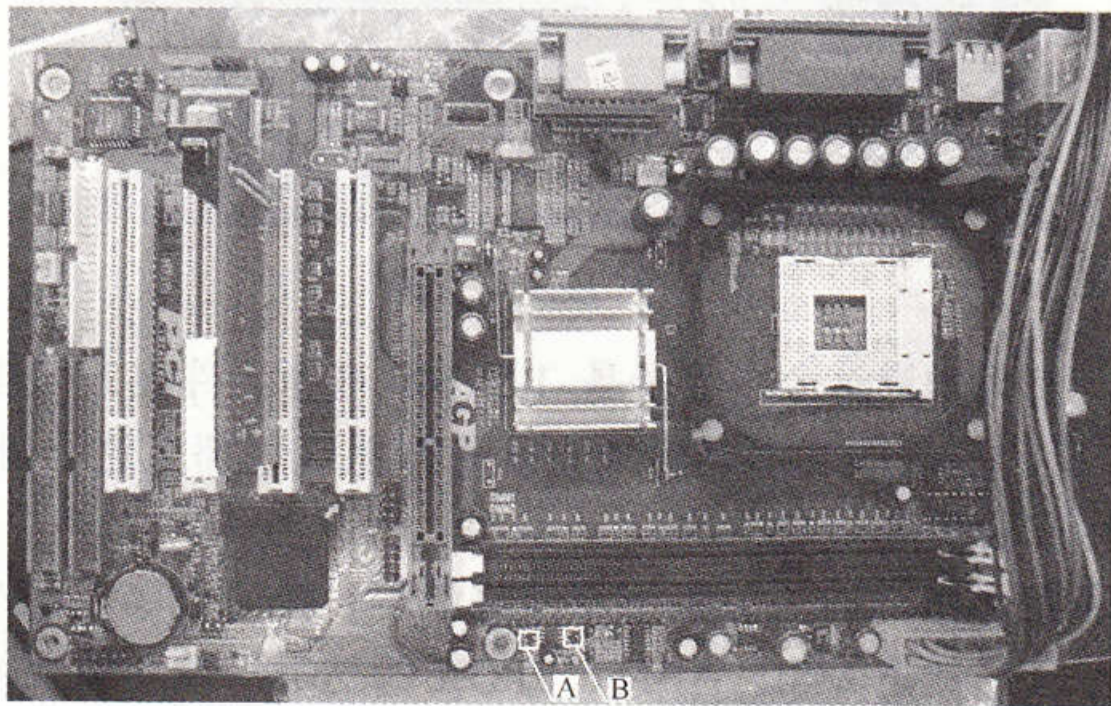

图 5-1 845E 主板实物图
① 首先测试 3.3VSB 电压是否正常。在 A14 脚上，测得该电压为 0.1V 多，正常应该为 3.3V。首先分析造成这种可能的原因：3.3V 待机电压产生电路损坏；3.3VSB 供电的元件有短路故障，拉低了 3.3VSB 的电压。第二种情况一般较少见到将电压拉这么低的，根据经验判断应该为第一种情况造成。
② 对地打 3.3VSB 的数值，为 300 多，基本正常。用手触摸主板上，无发热的元件（如属于第二种故障，有短路，则主板上一定会有发热的元件），排除了第一种故障的可能性。
③ 顺着 A14 脚走电路，寻找 3.3VSB 的产生元件，位于图 5-1 中的 A 位置。发现是一个标为“1P”的 NPN 三极管，其 C 极接 5VSB，B 极受 LM358 的控制，经过测量其电压，发现其 C 极和 B 极的电压均正常。由此判断，应该为此三极管损坏造成的故障。更换此三极管后，测试 3.3VSB 电压正常。但是按 PWR 开关，仍就无任何反应。
④ 此板的南桥为 82801DB (ICH4)，那么此南桥需要两组待机电压 3.3VSB 和 1.5VSB。测量 I/O 的 67 脚电压后为 3.3V，按 PWR 开关有 3.3V-0V 的跳变，基本判断 I/O 工作正常。于是把故障定位在南桥的 1.5VSB 电压上。查找到图 5-1 中的 B 位置，发现此三极管也是标为“1P”的 NPN 管。C 极接 5VSB，那么根据经验判断，这个管也是和主板的触发部分有关系的，经过测量其三个脚的电压，判断此管也损坏了。更换此三极管后，测量其 E 极输出 1.5V 电压，按 PWR 开关，此板上电正常。至此，主板修复。
经验总结：此种板型的主板（见图 5-1）不加电，多为此处损坏，是这种主板的通病。